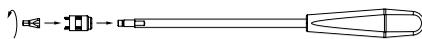

Fig. 8
- Serrer à la main l'instrument de pose de vis de verrouillage, voir Fig. 8.